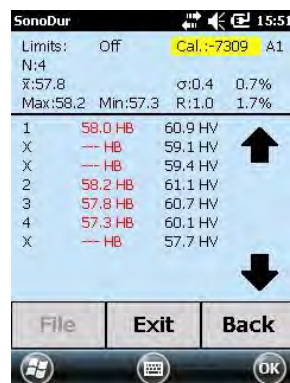

Figura 7.62
- Al superar los límites de conversión ampliados (rango de extrapolación)\* se mostrará el mensaje de error **“Outside HB Conversion”** (fuera de la conversión HB) (si está seleccionada la escala HB). Estas lecturas se marcan como eliminadas y se muestran como --- en el menú de información (Figura 7.62). Al regresar al menú de medición, se mostrará la última lectura válida.